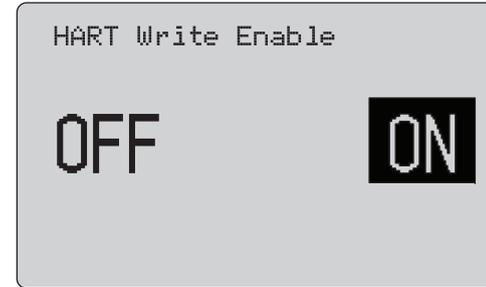

Abbildung 18. Bildschirm HART Write Enable (HART Schreiben aktivieren)
**HART Write Enable (HART Schreiben aktivieren)** ist die letzte Funktion im Kalibratorsetupmenü. Siehe Abbildung 18.